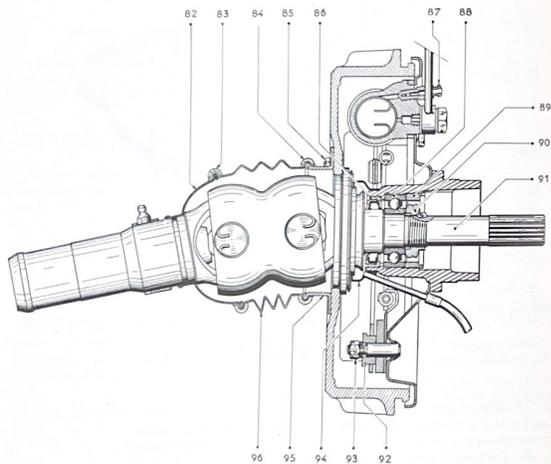

Fig. 4.2.—Sección en el plato y mecanismo de freno delantero con la transmisión lado de la caja de cambios.
4.1.0.0. Desarmado del plato del freno para liberar el eje de transmisión (fig. 4.2).
- Utilizar un cortafíos para hacer saltar el metal doblado de la tuerca (90) en el fresado del eje. Desatornillar y retirar dicha tuerca.
c) Extraer el eje de salida del diferencial (91) del rodamiento (88), bajo presión, apoyando el plato de anclaje sobre dos soportes en V. Retirar el plato del soporte.
d) Con un cortafíos, saltar el metal de la tuerca-anillo (89). Desatornillar y retirar dicha tuerca-anillo (utilizar la llave 1926-T).
e) Con un mazo de bronce, retirar el rodamiento (88). Extraer el retén (86) del soporte. Retirar, si es necesario, el deflector de aceite (94) del soporte.